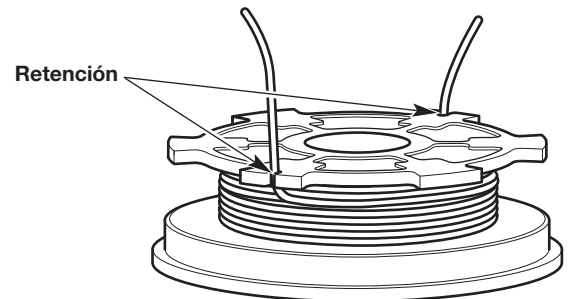

Fig. 30
4. Inserte las dos extremos de 6 pulgadas dentro de las dos ranuras de sujeción (Fig. 30).
6. Inserte las dos extremos de 6 pulgadas dentro de las dos ranuras de sujeción (Fig. 30).